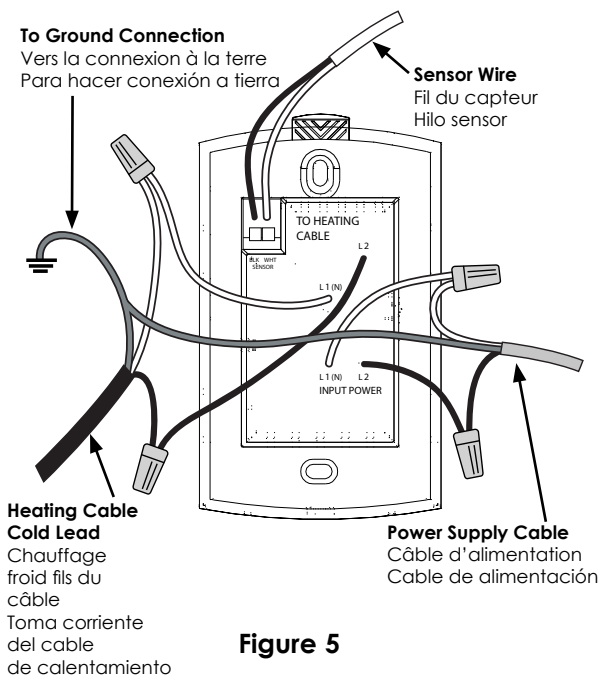
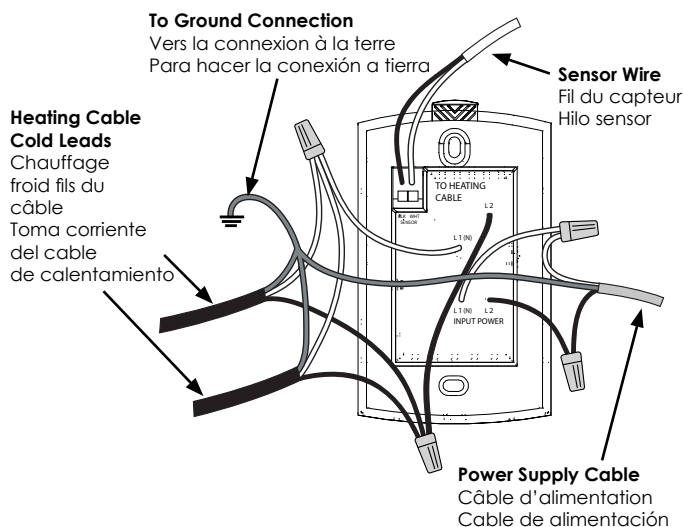

Figure 5
Figure 6
4. Prepare each heating cable/cold lead for connection/splicing and connection per Figure 5 or Figure 6, as applicable.
5. Prepare the sensor wire per Figure 5 or Figure 6, as applicable. Use screwdriver for connection to the sensor wire connections (black and white wires) to corresponding BLK and WHT terminals.
4. Préparer chaque câble chauffant/ conducteur froid pour connexion/ épissure et branchement selon les indications de la figure 5 ou de la figure 6, selon le cas.
5. Préparer le fil du capteur selon les indications de la figure 5 ou de la figure 6, selon le cas. Utiliser un tournevis pour connecter les fils du capteur (fils noir et blanc) aux bornes BLK et WHT correspondantes.